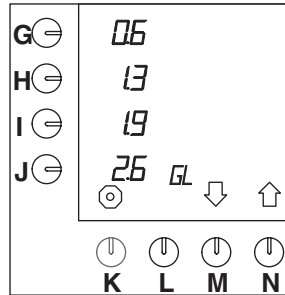

Fig. 39 Wijzigen voorgeprogrammeerde keuzetoetsen voor gallons
- Druk op selectietoets (N.)[↑] tot fig. 39 in het display verschijnt.